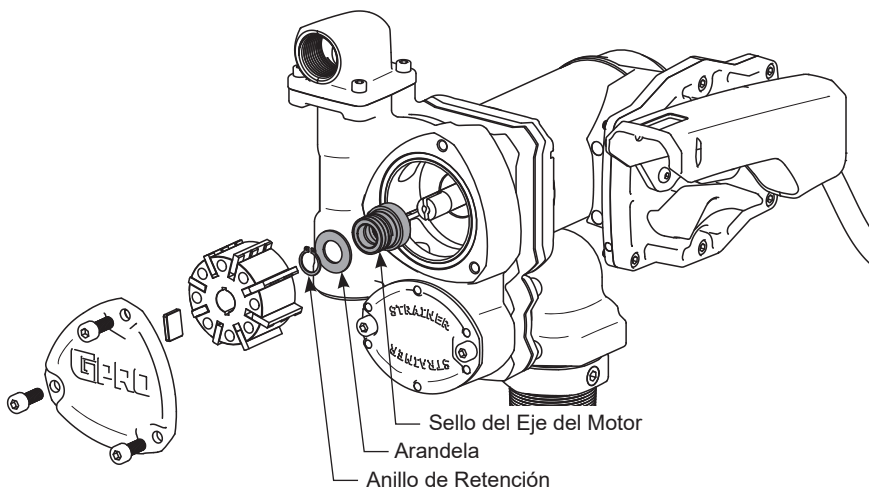

Figura 6
2. Con una llave hexagonal de 6 mm, retire la placa de cubierta (vea Figura 6). Retire la junta tórica de la placa de cubierta.
3. Quite la llave del eje, el rotor y las paletas. Retire las paletas y la llave primero antes de retirar el rotor para evitar que caigan en la entrada de la bomba (vea la Figura 6).
4. Con unos alicates para anillos elásticos, retire el anillo de retención, teniendo cuidado de no dañar el eje del motor ni el orificio de la carcasa (vea la Figura 6). Retire la arandela y el sello del eje del motor. Deseche estas tres partes.